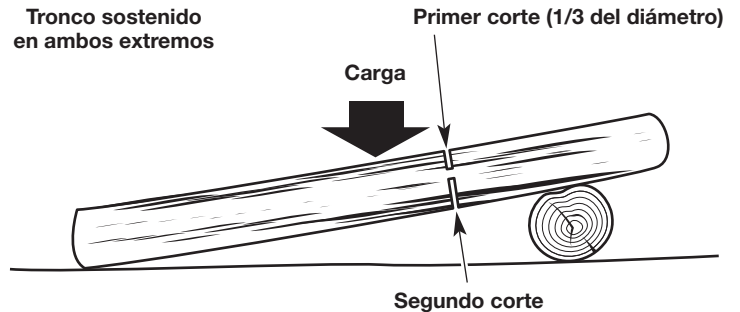

Fig. 23
- Si el tronco está sostenido en dos extremos (Fig. 23), haga el primer corte desde el lado de arriba (tronzo desde arriba). Consulte *Tronzado desde arriba*.